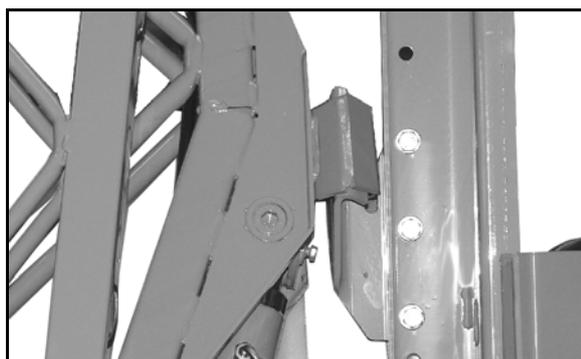

Fig. 10
- Bloqueo de transporte (Fig. 10) en el varillaje de pulverización **Super-S** para evitar el despliegue involuntario